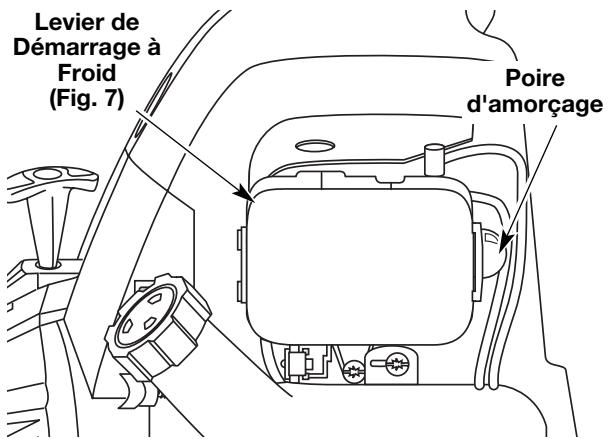

Fig. 12
3. Pressez et relâchez la poire d'amorçage à 10 reprises, lentement. Une certaine quantité de carburant devrait être visible dans la poire d'amorçage et les conduites de carburant (Fig. 12). Si vous n'apercevez pas de carburant dans la poire, pressez et relâchez la poire autant de fois que nécessaire jusqu'à ce que vous aperceviez du carburant dans cette dernière.